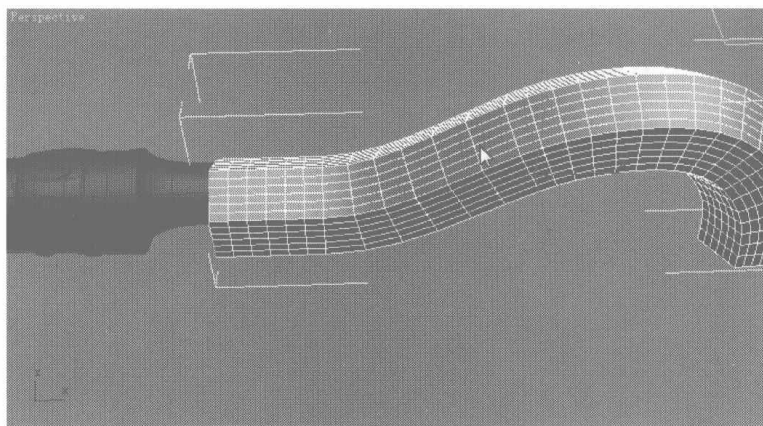
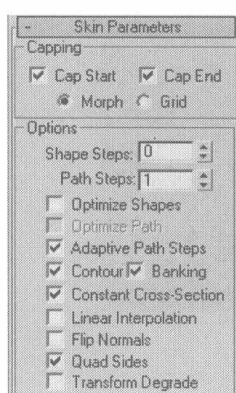
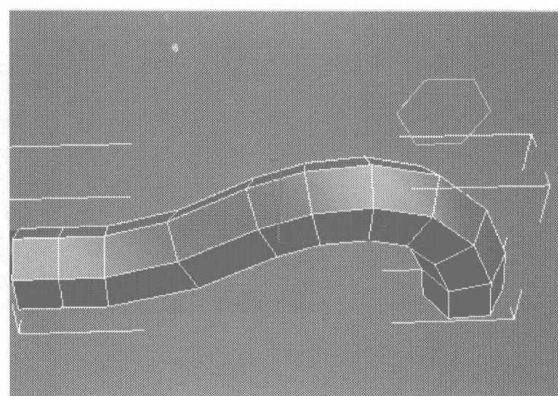

图 2.165
图 2.166
图 2.167
- 03** 选择用做路径的曲线，在 修改面板的下拉菜单中选择 **Compound Objects** 选项，单击 **Loft** 按钮，在弹出的卷展栏中单击 **Get Shape** 按钮，再单击六边形曲线，放映结果如图 2.165 所示。在 **Skin Parameters** 卷展栏中设置参数如图 2.166 所示，模型显示如图 2.167 所示。